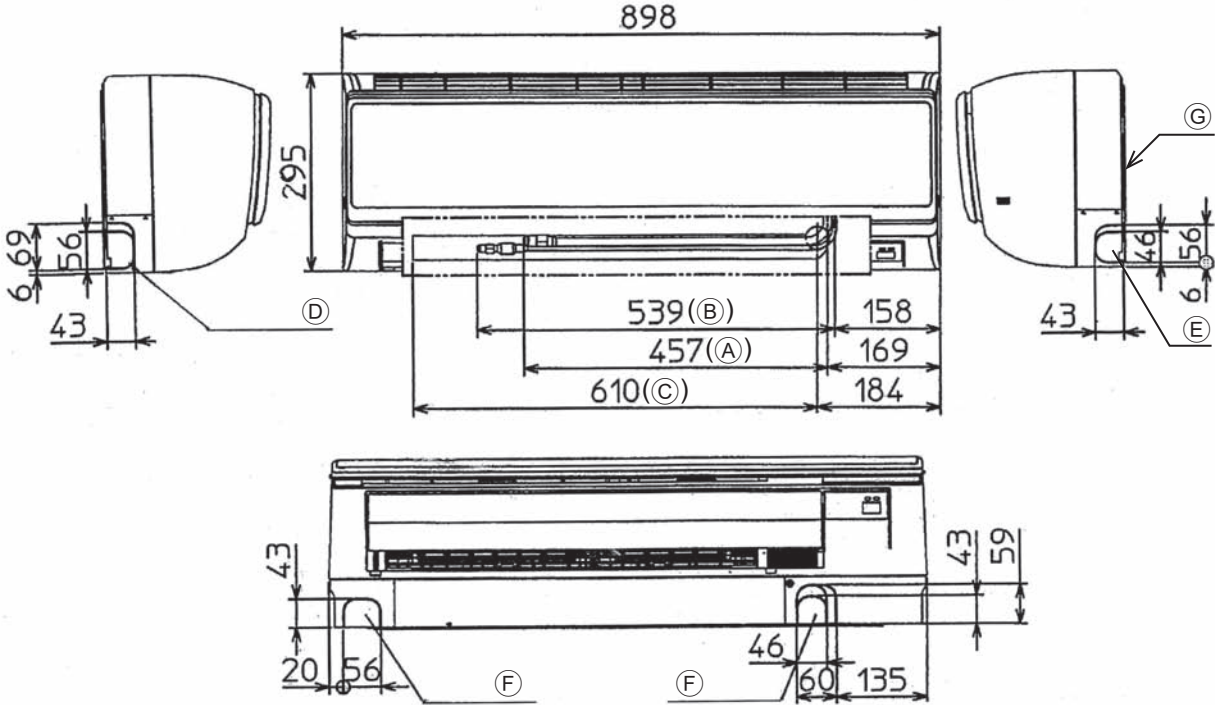

Fig. 4-2
4.2. 设置致冷剂管和排水管 (Fig. 4-2)
- ① 气体管
- ② 液体管
- ③ 排水管
- ④ 左侧管道预留孔
- ⑤ 右侧管道预留孔
- ⑥ 下侧管道预留孔
- ⑦ 安装板 ①